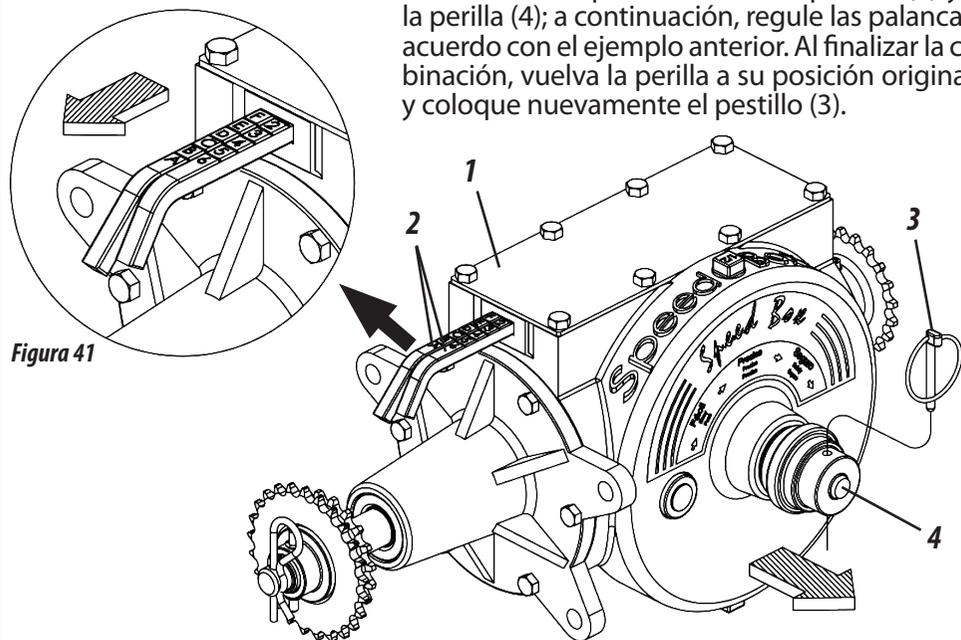

Figura 41
**SPEED BOX (FIGURA 41)**
- 1- Elija la cantidad deseada en las tablas y seleccione la combinación correspondiente en las palancas (2). **Ejemplo:** La posición **F2** en la tabla, indica que la palanca con letras debe estar en la posición **"F"** y la palanca con números debe estar en la posición **"2"**, como se muestra en la figura 41.
- 2- Para mover las palancas retire el pestillo (3) y jale la perilla (4); a continuación, regule las palancas de acuerdo con el ejemplo anterior. Al finalizar la combinación, vuelva la perilla a su posición original (4) y coloque nuevamente el pestillo (3).